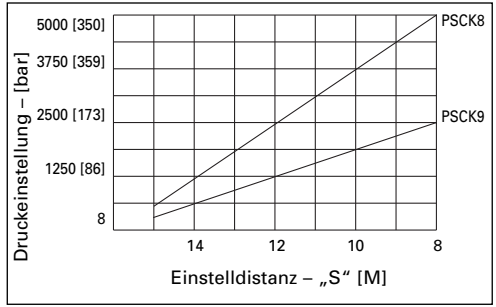

Abbildung 4, Graph
3. Die Gegenmutter unter Sicherung der Druckeinstellung mit Hilfe des Schraubenschlüssels nach rechts drehen und auf ein Drehmoment von 4 Nm (3 ft-lb) anziehen. (Für die richtige Einstellung den Graphen in Abbildung 4 heranziehen [dieser bietet nur einen ungefähren Anhaltspunkt; zur präziseren Bestimmung der Schaltpunkte sollte ein Manometer verwendet werden]).
**Hinweis:** Die Einstellabstand „S“ in Abbildung 4 wird vom Ende der Einstellschraube zum Schaltergehäuse (wo die Gegenmutter am Gehäuse anliegt) gemessen.